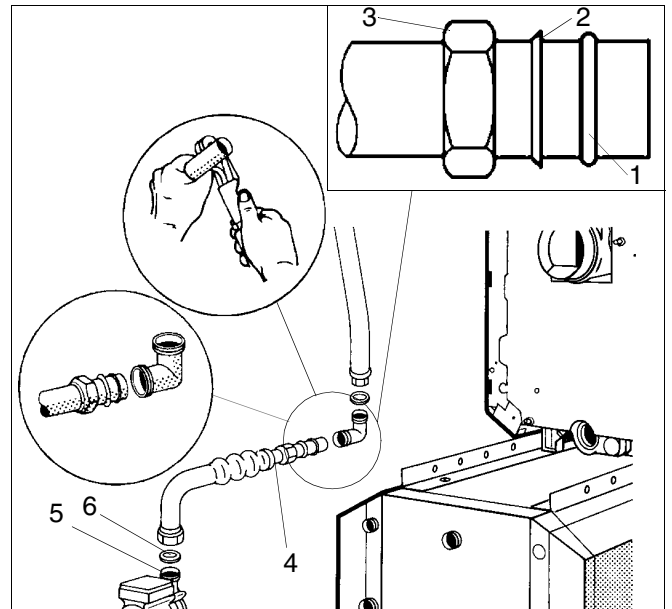

Abb. 12 Auf richtige Richtung des Klemmrings achten!
- Den Klemmring mit der abgeschrägten Seite zur Überwurfmutter aufschieben (siehe Abb. 12 auf Seite 11; Pos. 1, 2 und 3).
- Waagrechtes Vorlauf-Rohr (Abb. 12, Pos. 4) nach Tabelle 4 ablängen (Abb. 12. Lupe 1).
- Waagrechtes Vorlauf-Rohr (Abb. 12, Pos. 4) mit eingeleger Dichtung auf den Saugstutzen der Speicher-Ladepumpe (Abb. 12, Pos. 5) lose aufschrauben.
- Überwurfmutter (Abb. 12, Pos. 3), Klemmring (Abb. 12, Pos. 2) und O-Ring (26 x 3) (Abb. 12, Pos. 1) auf das waagrechte Vorlauf-Rohr (Abb. 12, Pos. 4) aufschieben.
- Den Klemmring (Abb. 12, Pos. 2) mit der abge-schrägten Seite zur Überwurfmutter (Abb. 12, Pos. 3) aufschieben.
- Waagrechtes Vorlauf-Rohr (Abb. 12, Pos. 4) in die Winkelklemmringverschraubung schieben und die Überwurfmuttern an der Winkelklemmringverschraubung und dem Saugstutzen der Speicher-Ladepumpe (Abb. 12, Pos. 5) anziehen.